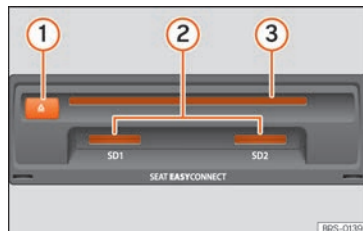

Abb. 197 Datenträger-Einschübe im Handschuhfach.
- CD nur so weit in den CD-Schacht »» **Abb. 197** ③ einschieben, bis sie automatisch eingezogen wird.
Kompatible Speicherkarte mit der abgeschnittenen Ecke zuerst und mit der Beschriftung nach oben (Kontaktflächen nach unten) in den Speicherschacht »» **Abb. 197** ② einschieben, bis sie einrastet.